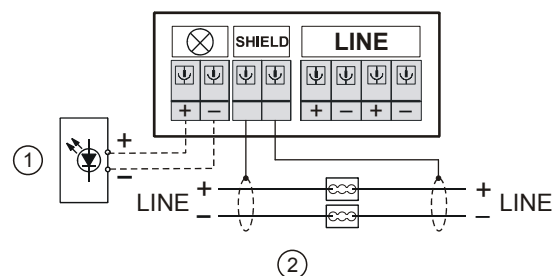

Fig. 2
6. Prepare the wires of the detector line; so that **later** they can be connected to the spring clip 'LINE' (see Fig. 2).
7. Connect the positive and negative poles of the detector line each to a micro terminal or a connection terminal (see Fig. 2). The detector line must be not interrupted when it shall be tested.
8. When **shielded** cables are used for the detector line, the shielding of the two detector line cables (incoming and outgoing) must be connected to the spring clips 'SHIELD' (see Fig. 2). To insert the wire, release the spring clip with a screwdriver. Only connect one wire per terminal! The shielding must not be in contact with any extraneous potentials or metal parts. The shielding of the external alarm indicator cable is connected to the positive pole of the alarm indicator by means of a connection terminal.
1. Bereiten Sie die Drähte der Melderlinie so vor, damit sie **später** an der Federklemme 'LINE' angeschlossen werden können (siehe Fig. 2).
2. Verbinden Sie die Pluspole und die Minuspole der Melderlinie mit je einer Mikroklemme oder einer Verbindungsklemme (siehe Fig. 2). Damit die Melderlinie getestet werden kann, darf sie nicht unterbrochen sein.
3. Werden **abgeschirmte** Kabel für die Melderlinie eingesetzt, müssen die Abschirmungen der beiden Melderlinienkabel (kommend und gehend) an den Federklemmen 'SHIELD' angeschlossen werden (siehe Fig. 2). Um den Draht einzuschieben, entlasten Sie die Federklemme mit einem Schraubenzieher. Pro Klemmstelle nur einen Draht anschliessen! Die Abschirmungen dürfen keine fremden Potentiale oder Metallteile berühren.
1. Préparez les câbles de la ligne de détection de façon à pouvoir les raccorder **ultérieurement** au clip à ressort 'LINE' (voir Fig. 2).
2. Reliez les pôles plus et les pôles moins de la ligne de détection avec respectivement un microbornier ou un bornier (voir Fig. 2). Pour pouvoir tester la ligne de détection, elle ne doit pas être interrompue.
3. Si des câbles **blindés** sont utilisés pour la ligne de détection, les écrans des deux câbles de lignes de détection (arrivée et départ) doivent être raccordés aux clips à ressort 'SHIELD' (voir Fig. 2). Pour insérer le fil, faites levier sur le clip à ressort à l'aide d'un tournevis. Ne raccorder qu'un fil par borne ! Les écrans ne doivent être en contact avec aucun autre potentiel ou pièce métallique.